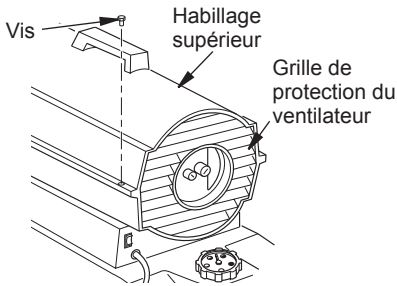

Figure 11 - Retrait de la partie supérieure de l'habillage modèles 40/55/70 uniquement
1. Retirez les vis le long de chaque côté de l'appareil de chauffage à l'aide d'un tourne-écrou de 5/16 po. Ces vis raccordent les habillages supérieur et inférieur. Voir figure 11 ou 12.
1. Retirez l'habillage supérieur (voir figure 11 ou 12).